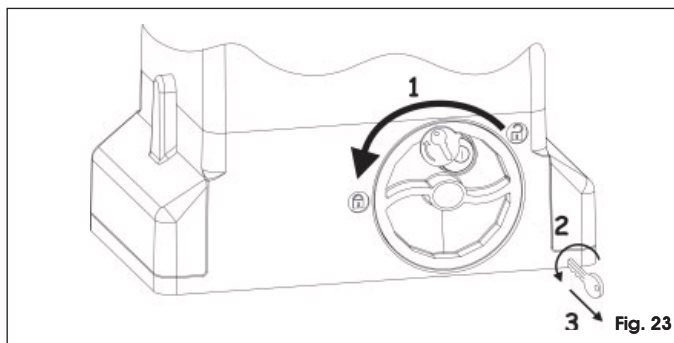

Fig. 23
1. Ruotare il sistema di sblocco in senso orario sino al suo arresto, Fig. 23 rif.1.
2. Ruotare la chiave in senso antiorario ed estrarla dalla serratura, Fig. 23 rif. 2 e 3.